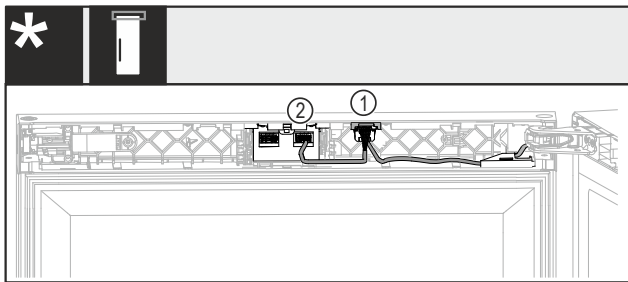

Fig. 45 Bez zamka lub z zamkiem mechanicznym\*
- ▶ Wsunąć wtyczkę z dwoma kablami Fig. 45 (1) do prowadnicy.\*
- ▶ Zatrzasknąć wtyczkę z jednym kablem Fig. 45 (2) w prawym gnieździe.\*